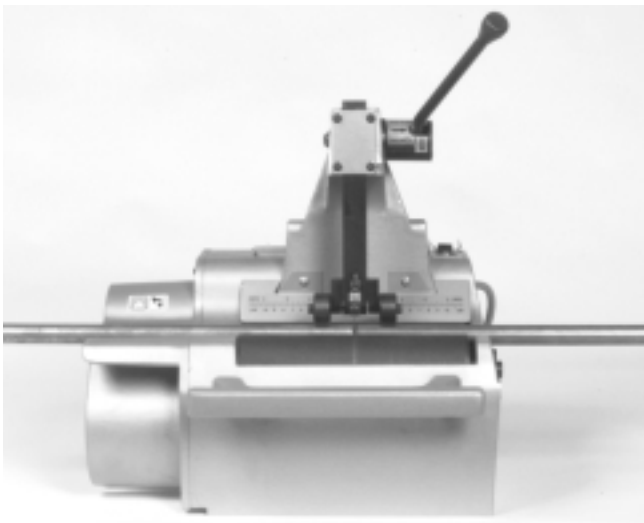

Figura 5 – Los rodillos de apoyo de la rueda de corte sosteniendo el tubo aún después de cortado
8. Ahora, no ejerza presión sobre la manivela pero deje que los rodillos de apoyo de la rueda de corte sigan tocando la tubería (Figura 5). Los rodillos sostendrán al tubo para que no se caiga al suelo.